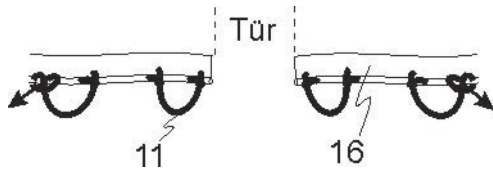

Abb. 8.1
## Richtige Einstellung von Gummiseilen (Abb. 8.1 bis 8.4)
Durch die Gummiseile (11) wird der Cabrio Dome auf dem Schwimmbecken gespannt! (Abb. 8.1)